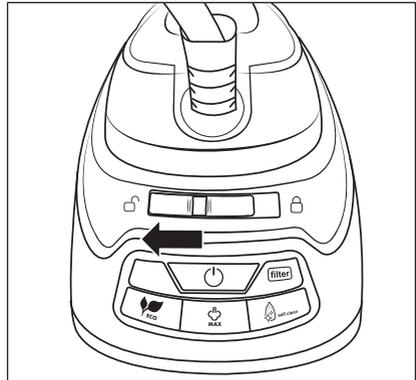

Abb. 4
- 2) Entriegeln Sie das Dampfbügeleisen **1**, indem Sie den Verriegelungsschalter **15** nach links in Richtung **15** (entriegelt) schieben (siehe Abb. 4).